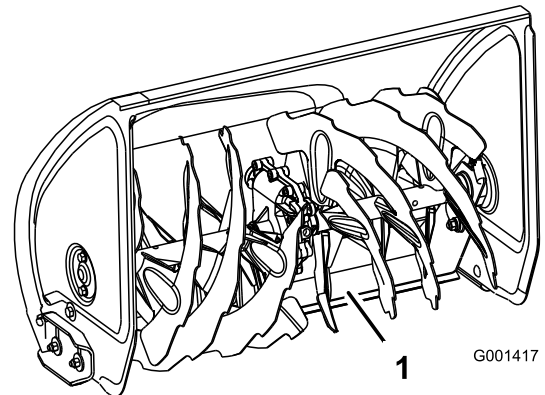

Figura 43
4. Spingete verso il basso le stegole fino a portare il raschiatore orientabile completamente in avanti, quindi abbassate la parte anteriore della macchina finché il bordo superiore del raschiatore orientabile non tocca il terreno (Figura 43).